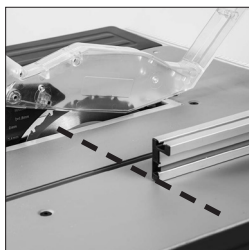

Fig. 28B
N.B.: Wij adviseren de schulpgeleider normaal zodanig af te stellen dat de achterkant van de voorplaatgeleider 'in lijn' is met de achterkant van het blad waar het uit de tafel komt. (**Fig. 28B**)